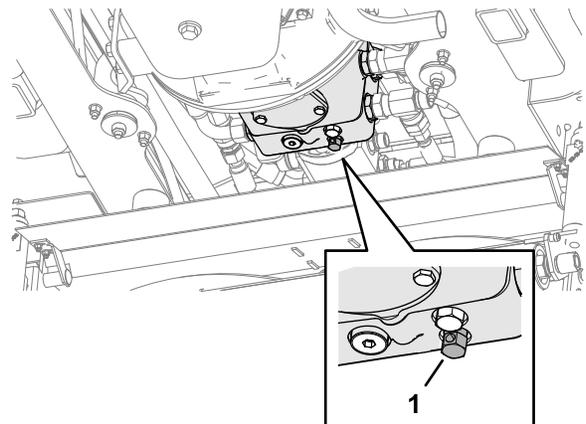

Figure 38
2. Au-dessus de l'unité de coupe centrale, fermez la vanne de dérivation sur la pompe de transmission en la tournant dans le sens horaire (Figure 38).